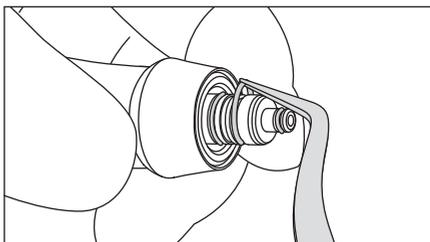

Fig. 18
- *Si de la poudre adhère aux joints, retirez-les et nettoyez-les minutieusement. Nettoyez également les rainures. (Fig. 18)